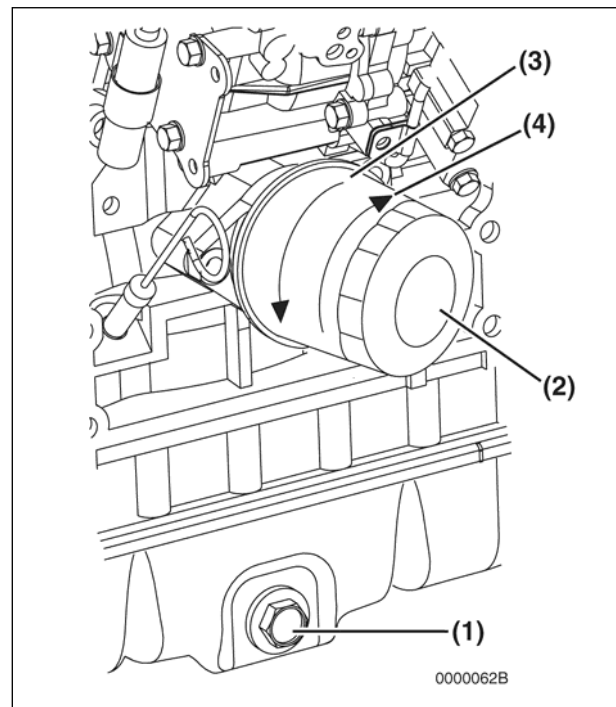

Figura 5-2
6. Scoateți dopul de scurgere al uleiului (**Figura 5-2, (1)**) din baia de ulei a motorului. Lăsați uleiul să se scurgă.
7. După ce tot uleiul s-a scurs din motor, puneți la loc dopul de scurgere a uleiului (**Figura 5-2, (1)**) și strângeți până la 139,8 – 47,0 ft•lb (53,9 – 63,7 N•m; 5,5 – 6,5 kgf•m).
1. Rotiți filtrul uleiului de motor (**Figura 5-2, (2)**) în sens invers acelor de ceasornic (**Figura 5-2, (3)**) folosind o cheie pentru filtru.
3. Acoperiți ușor garnitura de etansare a noului filtru cu ulei de motor. Instalați noul filtru pentru uleiul de motor rotindu-l în sensul acelor de ceasornic (**Figura 5-2, (4)**) până când se atinge de suprafața de montare. Strângeți până la 14 - 17 ft•lb (19,6 – 23,5 N•m; 2 – 2,4 kgf•m) sau încă o rotație folosind cheia pentru filtru.